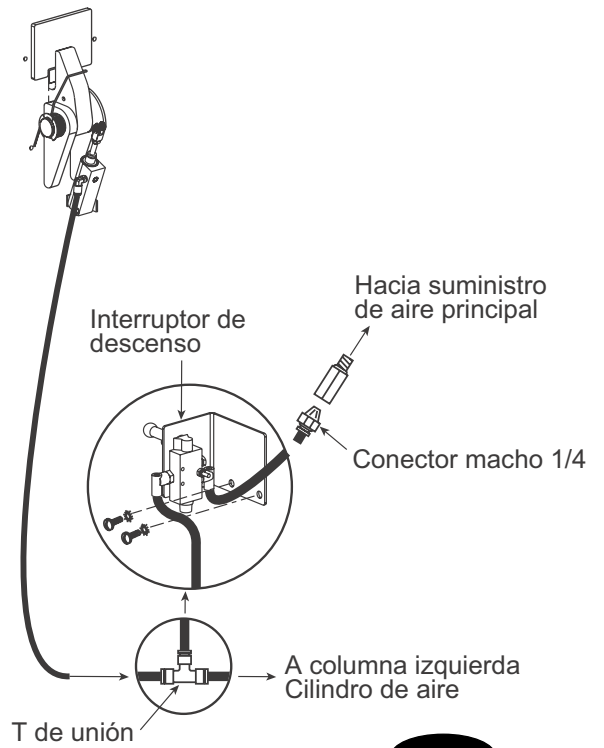

Fig. 15b
- H) Instale el conducto de aire desde la T de unión al cilindro de aire de la columna izquierda. Figs.15b and 16. Figs.15b y 16.